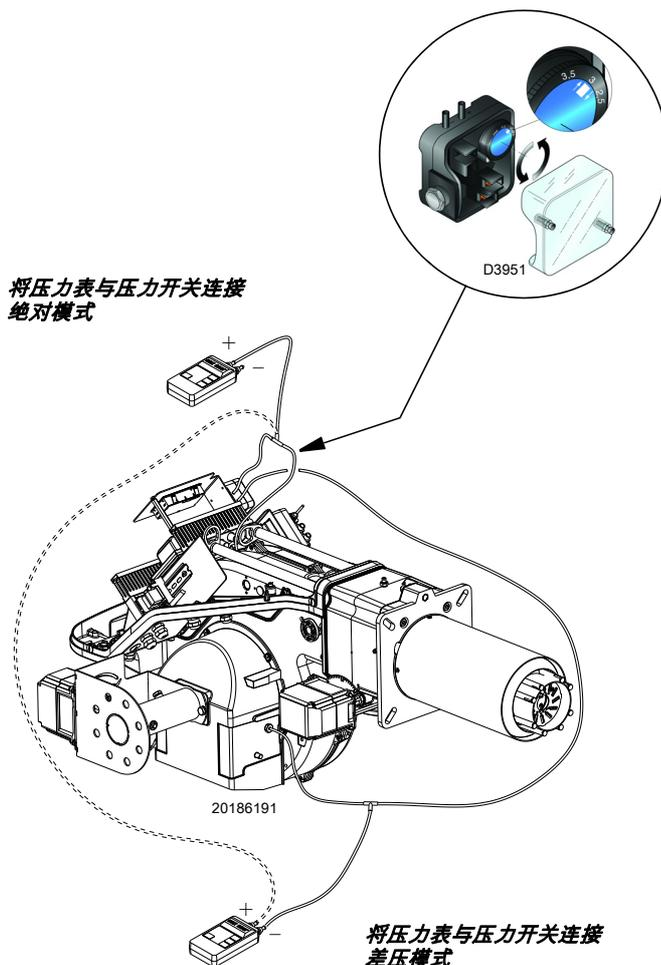

图 30
- ▶ 设定风压开关（图 30 页 27）至量程的起始位置。
燃烧器各部分调节时，风压开关置于量程开始位置，上述所有调整结束后，再设定风压开关 (图 30)。
压力计的连接如图 30 所示。
在此情况下，压力计必须以差压模式连接，如图 30 所示。